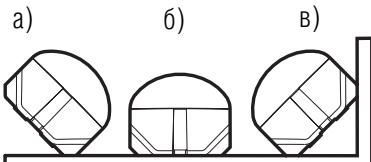

Рис.4
- выбрать одно из положений установки (Рис.4);